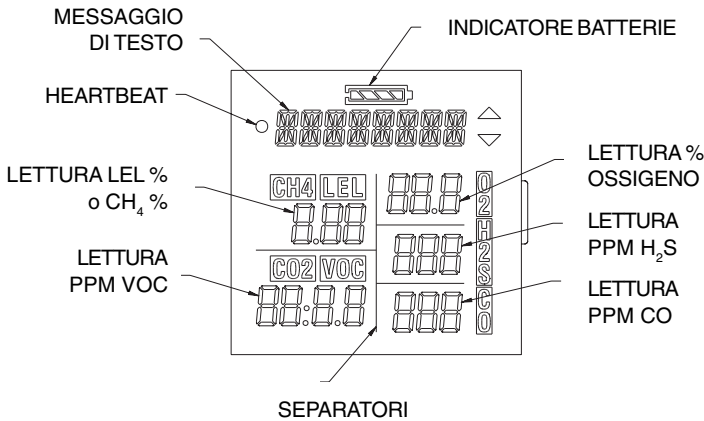

Figura 2:
3.6 Indicatore durata batteria (vedere Figura 2)